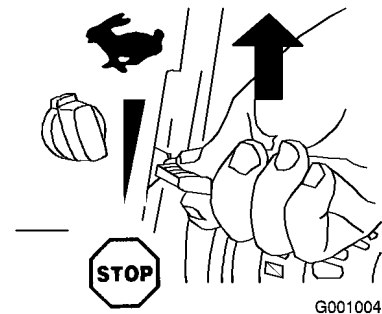

Bild 19
2. Stellen Sie den Gasbedienungshebel auf Schnell (Bild 19).